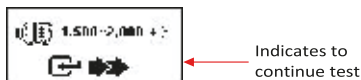

Fig.44
7. Continuar desde la prueba anterior (ya sea Fig.41, 42 o 43); la pantalla cambia automáticamente a **[Prueba de carga eléctrica a 2.000 RPM]** como se muestra en la Fig.44 a continuación después de 5 segundos.